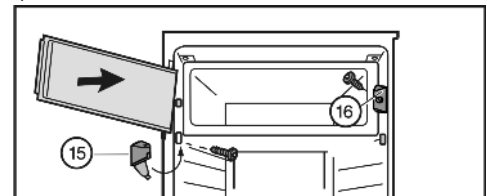

Fig. 8
- ▶ Verschlussstück Fig. 8 (16) montieren.
- ▶ Lagerbock Fig. 8 (15) montieren und Abdeckung zuklappen.